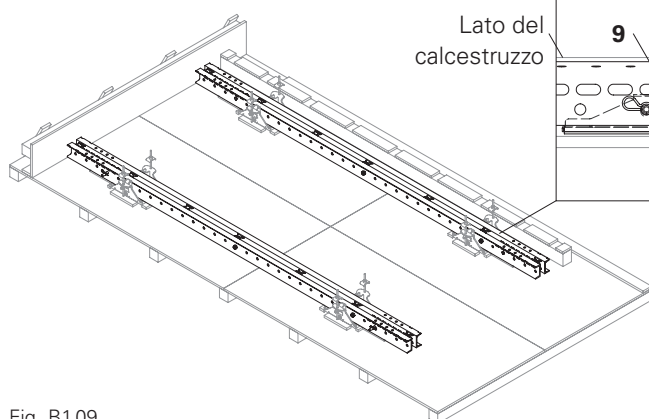

Fig. B1.09
4. Appoggiare i due correnti SRU U120 (6) sulla parte centrale testa per tavoli VD (3) e allinearli accuratamente agli elementi di battuta. (Fig. B1.09)